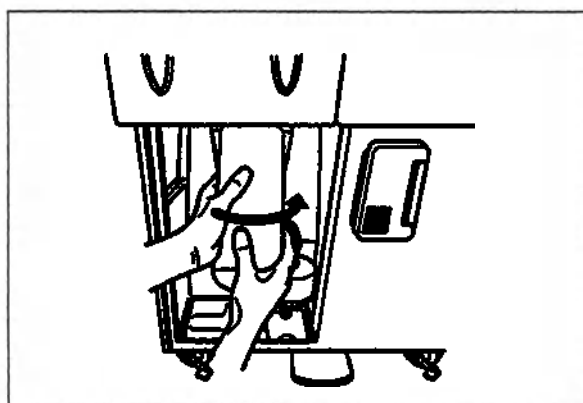

Рис. 4.18
7. Присоединение корпуса водяного фильтра начинайте с нижней части водяного фильтра. Для временного закрепления корпуса водяного фильтра поверните его в направлении, показанном на рис. 4.18.